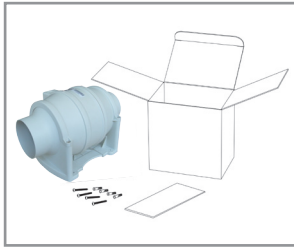

Fig.3
- remove the fan body from the spigots and bracket (Fig. 3) by releasing the four screws.
- mount the bracket in the desired position using the fasteners supplied (Fig. 3).
- démonter le corps de l'aérateur de ses piquages et le support (Fig. 3) en dévissent les quatre vis.
- fixer le support dans la position choisie en vissent le vis fournis (Fig. 3).